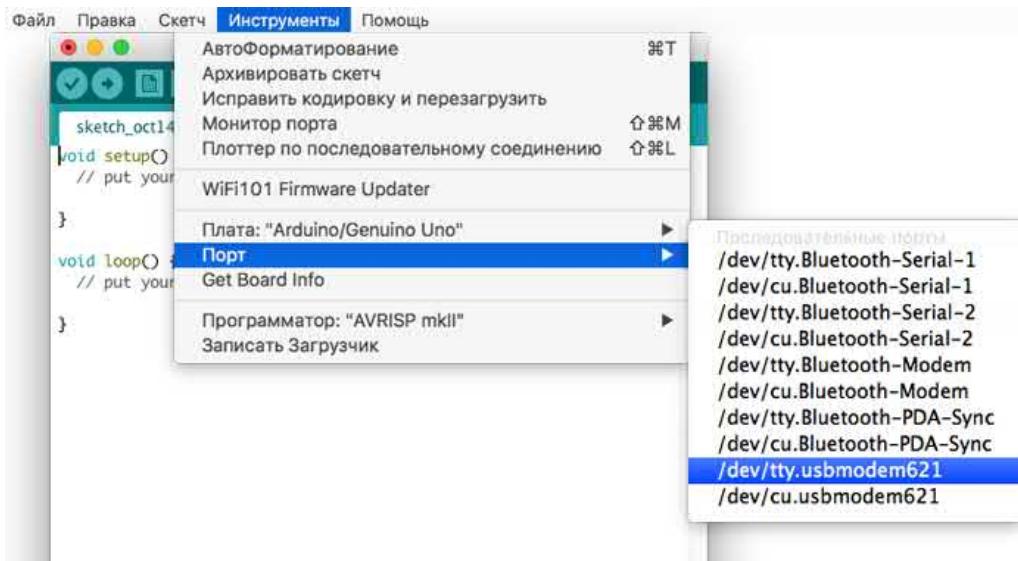

Рис. 2.3. Выбор последовательного порта Arduino
- ♦ чтобы задать последовательный порт, выберите команду меню **Инструменты | Порт** (Tools | Serial Port). Если вы работаете на компьютере под управлением ОС Windows, то, вероятно, вариантов вам будет предложено не много. Скорее всего, вы сможете выбрать пункт COM4. На компьютерах с Mac OS и Linux обычно перечисляется множество USB-устройств, и порой сложно определить, какое из них — ваша плата Arduino. Как правило, ей будет соответствовать запись **dev/tty.usbmodemNNN**, где *NNN* — некий номер. На рис. 2.3 выбрана плата Arduino, подключенная к моему Макинтошу.